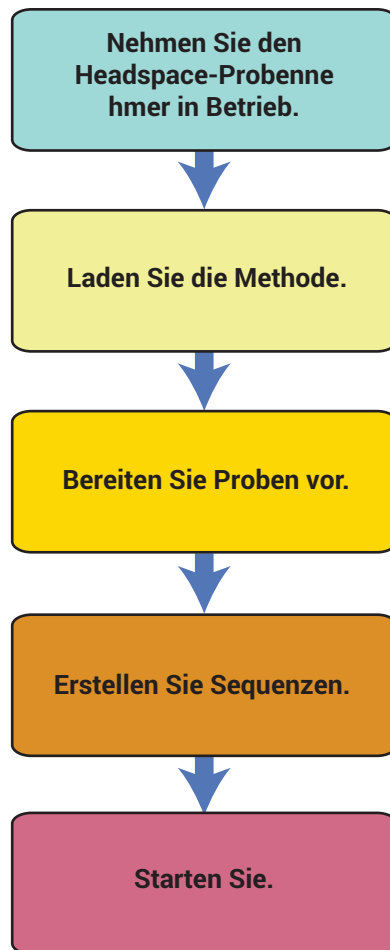

Abb.5. Routine-Arbeitsablauf bei der Headspace-Analyse
**Abbildung 5** fasst den normalen Arbeitsablauf bei der Headspace-Analyse zusammen. Bei diesem Arbeitsablauf wird davon ausgegangen, dass der Headspace-Probengeber eingerichtet wurde und dass die Methoden und Proben bekannt sind.